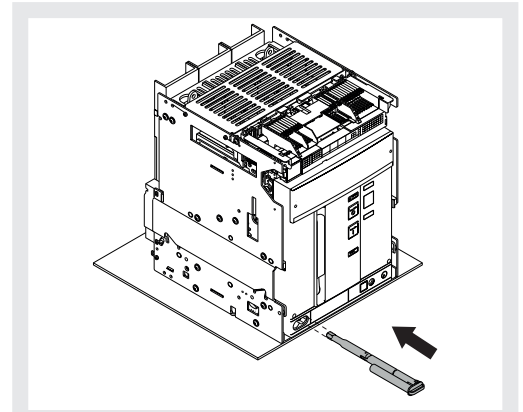

Figure 48
13. Remettre la manivelle dans son logement. Voir Figure 48.